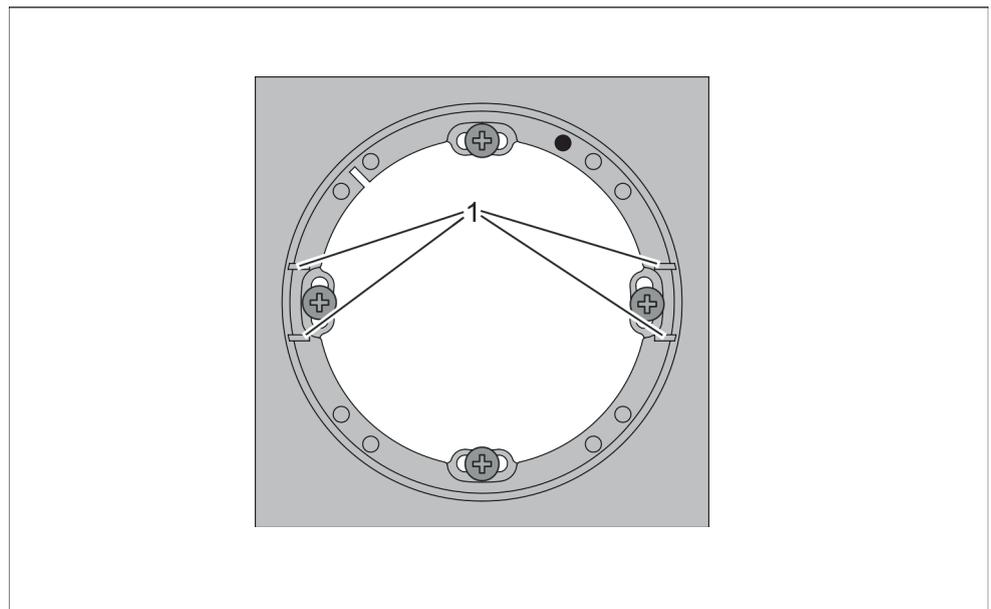

Fig. 9: Aro
2. Aparafuse o aro do WT 210/WT 210 BLE à caixa para interruptor pré-instalada. Certifique-se de que a marca preta está na parte superior, do lado direito, e que as cremalheiras de fixação (fig. 9/1) para o leitor estão do lado direito e esquerdo.